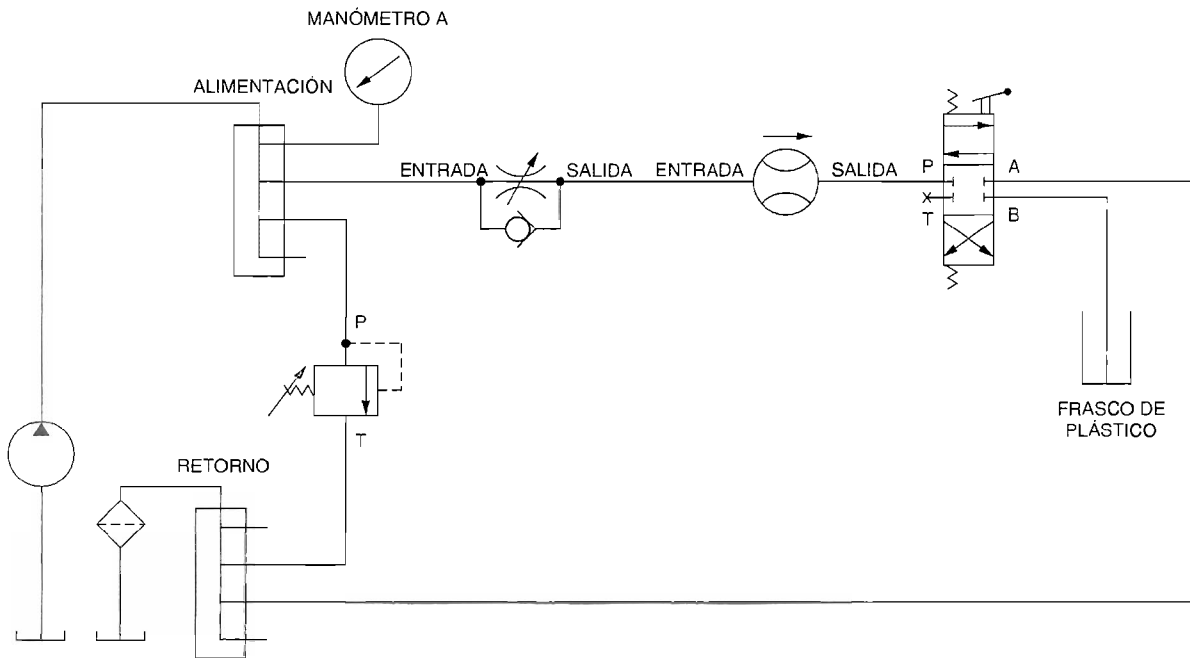

Figura 5-18. Medición de la exactitud del caudalímetro.
1. Conecte el circuito como se muestra en la Figura 5-18. Asegúrese de que el frasco de plástico esté vacío antes de conectarlo al orificio B de la válvula direccional.